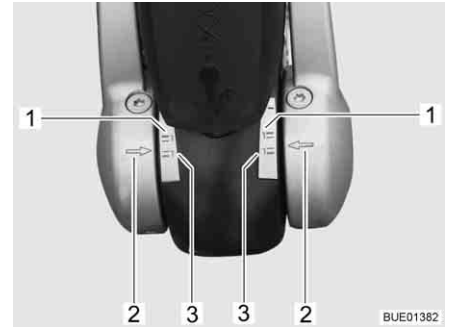

Bild 200 Anzeige Reibbeläge links und rechts
- Wenn die Pfeile an der Druckscheibe (Bild 200,2) unterhalb oder auf der grünen Markierungsfläche (Bild 200,3) stehen, sind die Reibbeläge neuwertig.
- Wenn die Pfeile an der Druckscheibe innerhalb der Markierungsflächen (Bild 200,1 und 3) stehen, sind die Reibbeläge leicht abgenutzt.
- Wenn die Pfeile an der Druckscheibe auf oder oberhalb der roten Markierungsfläche (Bild 200,1) stehen, sind die Reibbeläge abgenutzt. Reibbeläge wechseln lassen.